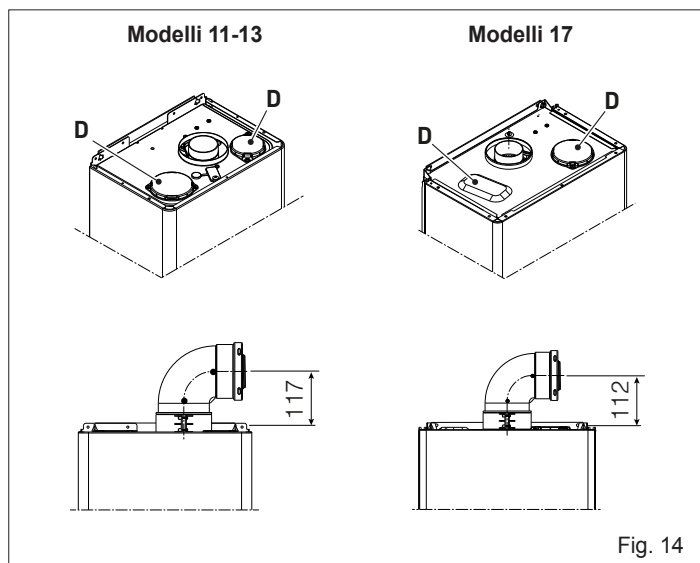

Fig. 14
Lo scaldabagno viene fornito predisposto per essere collegato a condotti di scarico/aspirazione coassiali e con l'apertura per l'aspirazione aria (D) chiusa (Fig. 14).